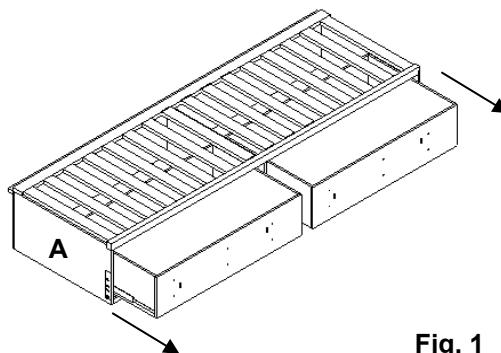

Fig. 1
18. Afin d'assembler le lit à une tête de lit et à un dossier, retirer les tiroirs du cadre latéral de rangement (A). Sortir les tiroirs au maximum. Voir **Fig. 1**.